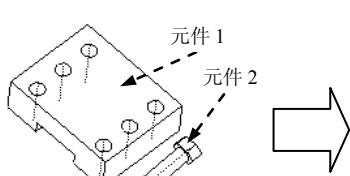
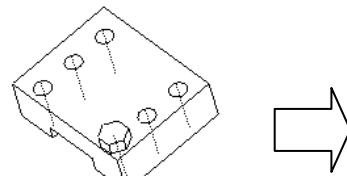
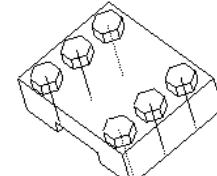

图 7.5.1 装配前
图 7.5.2 装配后
图 7.5.3 元件阵列
如图 7.5.1、图 7.5.2、图 7.5.3 所示，元件“参照阵列”是以装配体中某一零件中的特征阵列为参照，来进行元件的阵列。图 7.5.3 中的六个阵列螺钉，是参照装配体中元件 1 上的六个阵列孔进行创建的，所以在创建“参照阵列”之前，应提前在装配体的某一零件中创建参照特征的阵列。
例如：在图 7.5.3 所示的例子中，如果已使用“参照阵列”选项创建了六个螺钉阵列，则可以再一次使用“参照阵列”命令将螺母阵列装配到螺钉上。
Step3. 在阵列操控板（图 7.5.6）的阵列类型框中选取 参照，单击“完成”按钮。此时，系统便自动参照元件 1 中的孔的阵列，创建图 7.5.3 所示的元件阵列。如果修改阵列中的某一个元件，则系统就会像在特征阵列中一样修改每一个元件。